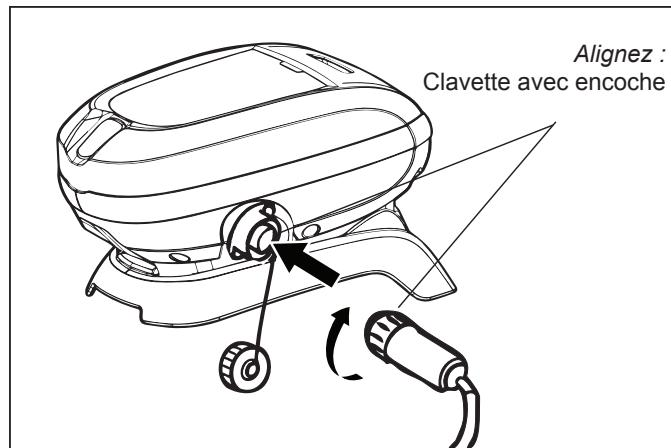

Figure 3. Raccordement du câble flottant
3. Alignez l'encoche dans le connecteur du câble flottant avec la clavette dans l'unité de commande, enclenchez-le, puis tournez dans le sens horaire pour serrer (Figure 3).